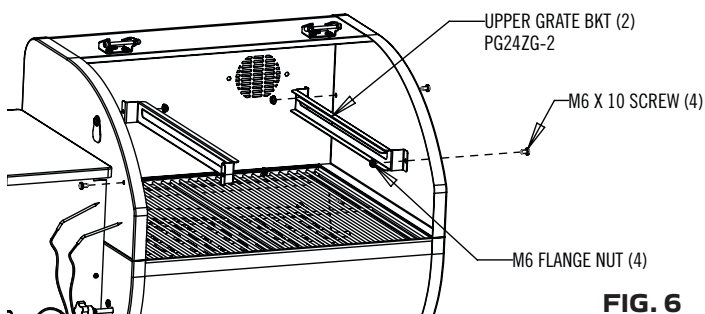

FIG. 6
1. Monter la support comme indiqué à la Fig. 6.